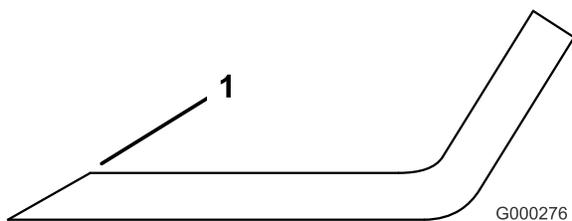

図 79
1. ブレードは、左右の刃先をやすりで磨く (図 79)。刃先の角度を変えないように注意すること。左右を同じだけ削るようにすればバランスが狂わない。